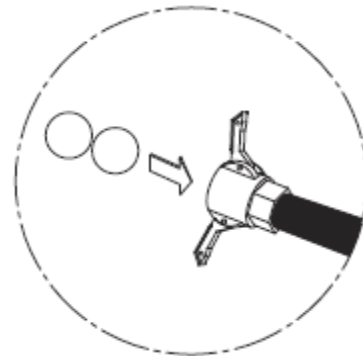

ABB. 10
- In die noch mit Material gefüllten Schläuche zwei Waschschwämme einführen und den Schlauch an die Sammelleitung anschließen (Abb. 10)